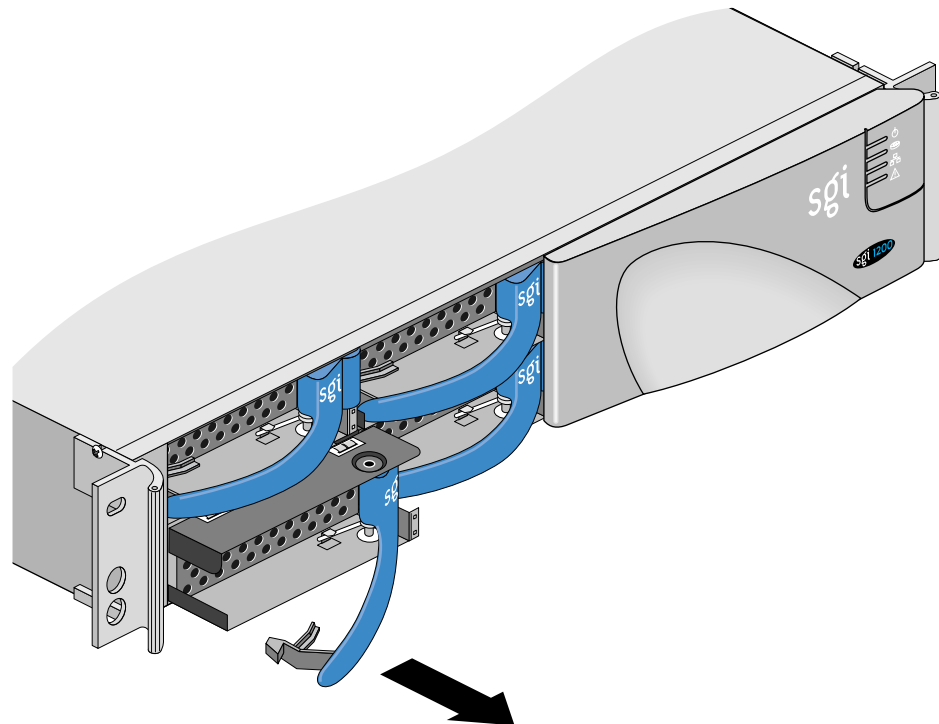

Abbildung 4-4 Entfernen eines Festplattenlaufwerks
3. Ziehen Sie das Festplattenlaufwerk heraus. Siehe dazu Abbildung 4-4.